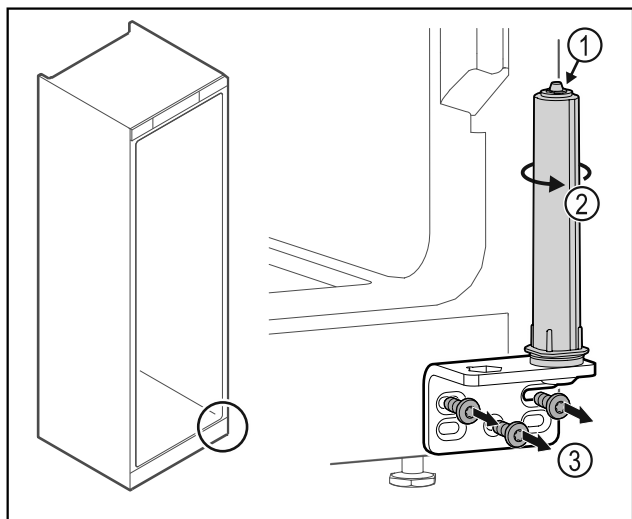

Fig. 32
- Systemu blokującego drzwi nie należy demontować Fig. 32 (1).
- System blokujący Fig. 32 (2) obrócić do momentu, aż kliknie.
- Odkręcić zawias Fig. 32 (3).